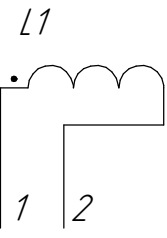

Рис. 1
- 4 Намотка многослойная в ряд, выполняется в соответствии со схемой на Рис.1 со спеканием витков, номинальное количество витков - 490, последний ряд должен быть законченным.